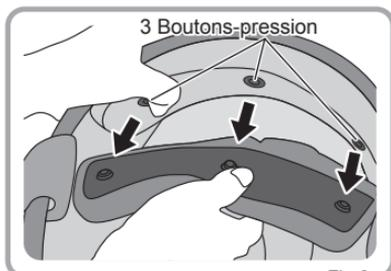

Fig.2
2. Détachez les 3 boutons-pression à l'arrière, ensuite le coussinet interne pourra être retiré. (Fig.2)